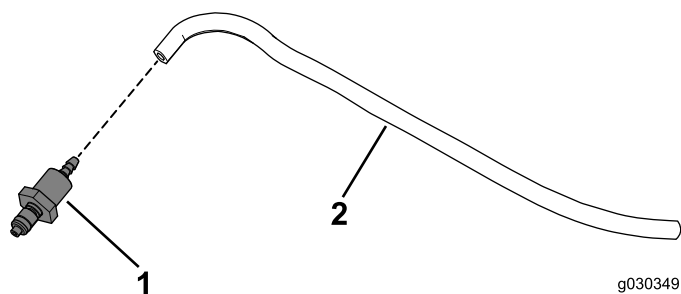

Figura 42
2. Ligue a união do tubo à outra extremidade do tubo de lavagem (Figura 42).